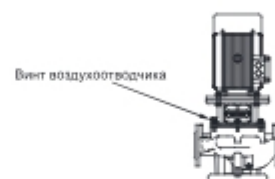

Fig.7 Положение вентиляционного винта
2. Ослабьте винт вентиляционного отверстия, но с. fig. 7.